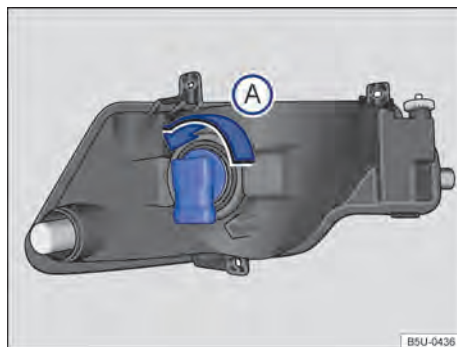

Fig. 158 Atrás do para-choque dianteiro: acesso à lâmpada incandescente do farol de neblina.
- 3 Girar o soquete da lâmpada → **Fig. 158**, no sentido anti-horário da seta **A**, e desencaixá-lo do alojamento.
- ⑧ Certificar-se de que o soquete está corretamente fixado no conjunto.
- ⑨ Encaixar o conector de alimentação da lâmpada.